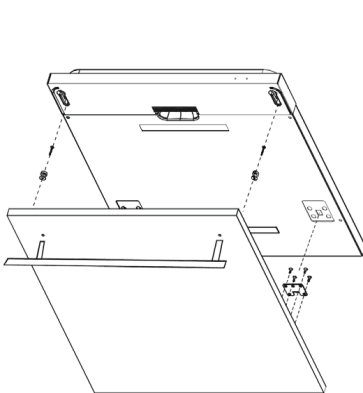
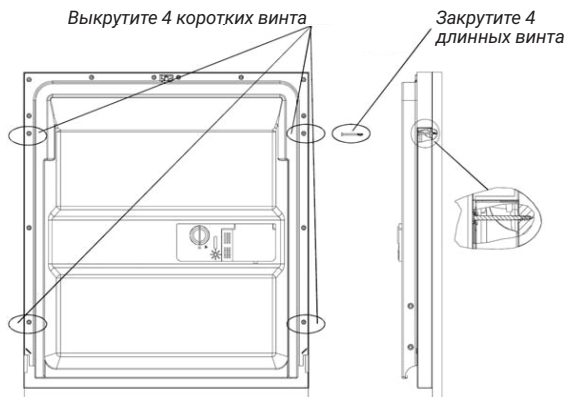

Рис. 4. Установка внешней панели
Рис. 5. Установка внешней панели
2. Установите крюк на внешней панели и вставьте его в отверстие на дверце посудомоечной машины (рис. 4). Установив панель, закрепите её на дверце машины при помощи гаек и болтов (рис. 5).